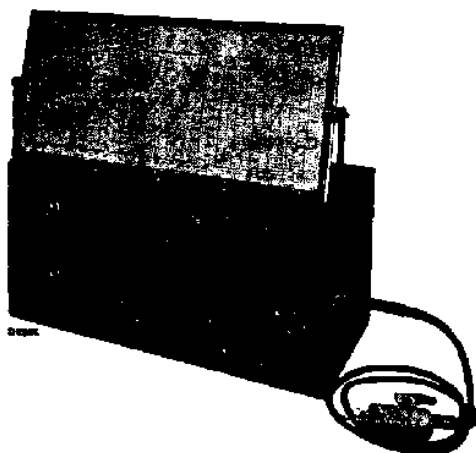

Abb. 1
1. Serviceoszillator G.M. 2880 F. (siehe Abb. 1).